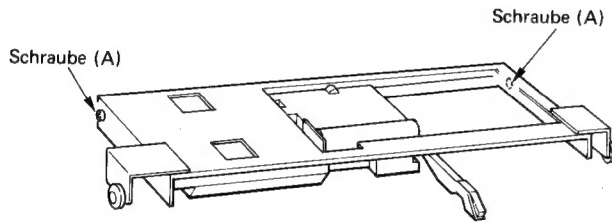

Abb. 9
Die zwei Schrauben (A) der Tonarm-Grundplatte entfernen. Dabei vorsichtig vorgehen, um Keines der Kabel zu beschädigen. (Abb. 9)